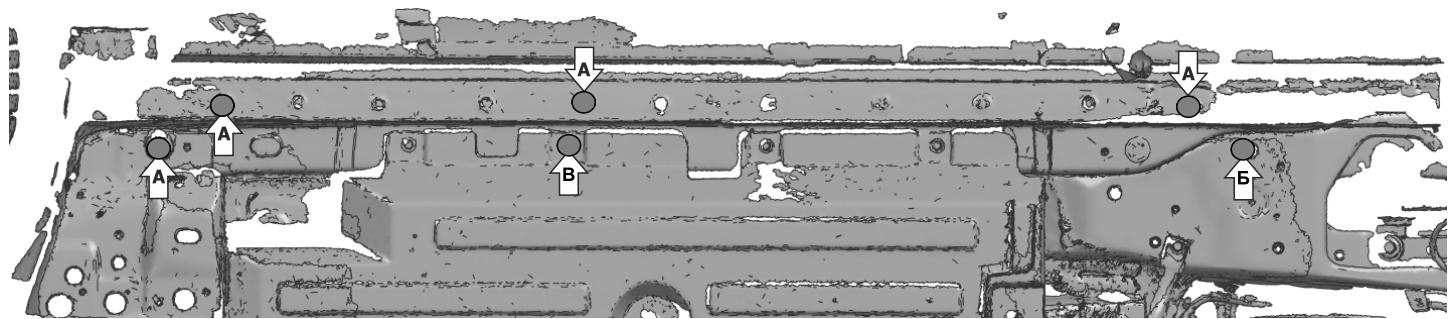

Рис. 2
- Установить гайки закладные M8 в точки (А). В точках (Б) установить закладные M10. В точке (В) открутить штатный болт M6 (Рис. 2).